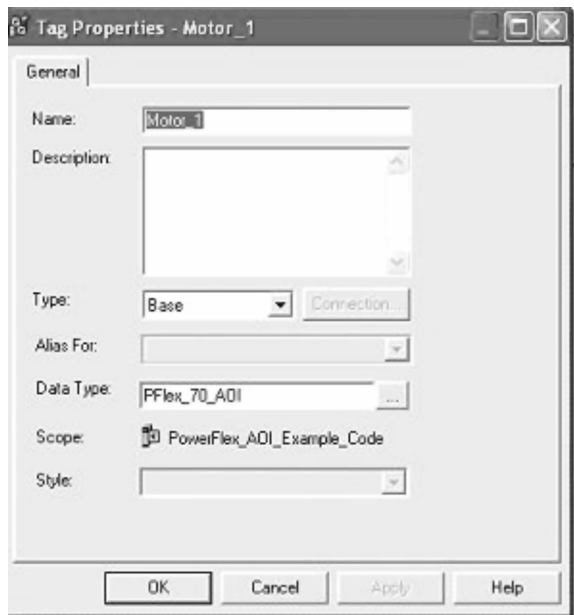

图 24-20 添加数据类型为“PFlex_70_AOI”的 Motor_1 标签
3) 将 PowerFlex 数据类型标签分配给与要控制和监视的模块名称相同的主 AOI 标签 (本示例中为“Motor_1”)。然后, 右键单击该标签, 添加数据类型为“PFLex_70_AOI”的 Motor_1 标签, 如图 24-20 所示。